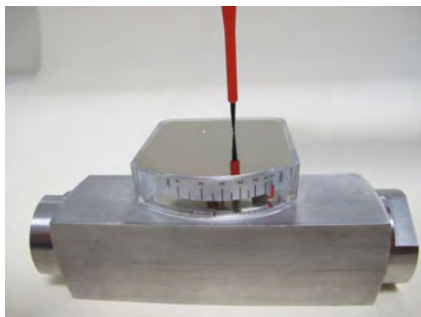

Abb. 37
1. ► Befestigungsschrauben der Anzeige-Deckelplatte lösen (Abb. 37)